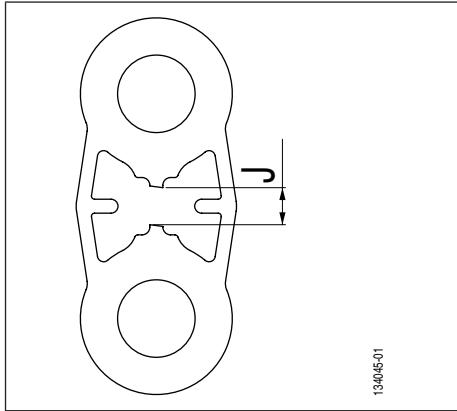
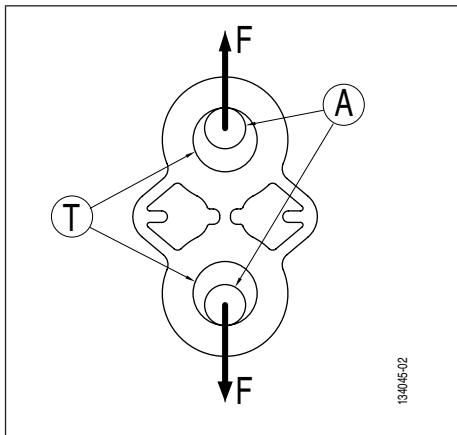
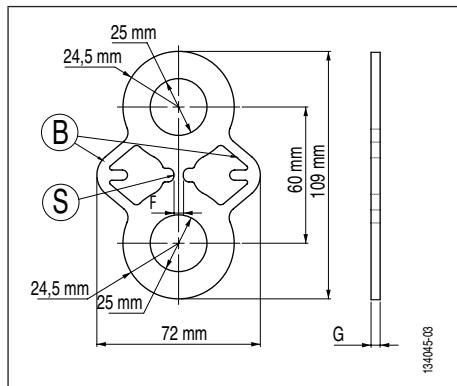

Abb. 1
Abb. 2
Abb. 3
Die Bruchlast-Testplatte TA erlaubt die Überprüfung der Tragfähigkeit (Zugbelastung) eines Anschlagpunktes. Die Prüflast ist erreicht, wenn der Mittelteil der Testplatte bricht (Abb. 3, Seite 18, Position S). Ein Paar Haltearme (Abb. 3, Seite 18, Position B) sichert das Zugkraftsystem nach dem Bruch des Mittelteils ‚S‘.
Ein vollständiges Sortiment an Testplatten TA wurde entwickelt, um die Anschlagpunkte auf Zug zu testen. Die Anschlaglöcher (Abb. 2, Position T) der Platten sind für die Aufnahme hochwiderstandsfester geschweifeter Schäkel ausgelegt. Die verschiedenen Testplatten TA sind aus Edelstahl derselben Sorte gefertigt, um den Bruch des Abschnitts (Abb. 3, Seite 18, Position S) mit einer Präzision von +/- 10% gegenüber der auf der Platte angegebenen Bruchlast CR zu garantieren (Kapitel 11. Kennzeichnung). Die Haltearme (Abb. 3, Seite 18, Position B) sind so ausgelegt, dass ihre mechanische Widerstandsfähigkeit mindestens der auf der Platte angegebenen Bruchlast CR entspricht.
- Belastung der Testplatte TA (Abb. 2).
- Bei der auf der Platte angegebenen Bruchlast CR (Kapitel 11. Kennzeichnung), Bruch des Abschnitts S (Abb. 3, Seite 18)
→ Dehnung der Platte und Auftreten eines Spiels ‚J‘ zwischen der oberen und unteren Hälfte der Testplatte TA (Abb. 1, Spiel J).
! GEFAHR: Wenn der Bediener die Platte nach dem Bruch von Abschnitt 'S' erneut belastet, besteht die Gefahr, dass die Haltearme (Abb. 3, Seite 18, Position B) brechen und die Belastungsvorrichtung abstürzt. Das maximale Spiel 'J' (Abb. 1, Spiel J) darf 15 mm nicht überschreiten.